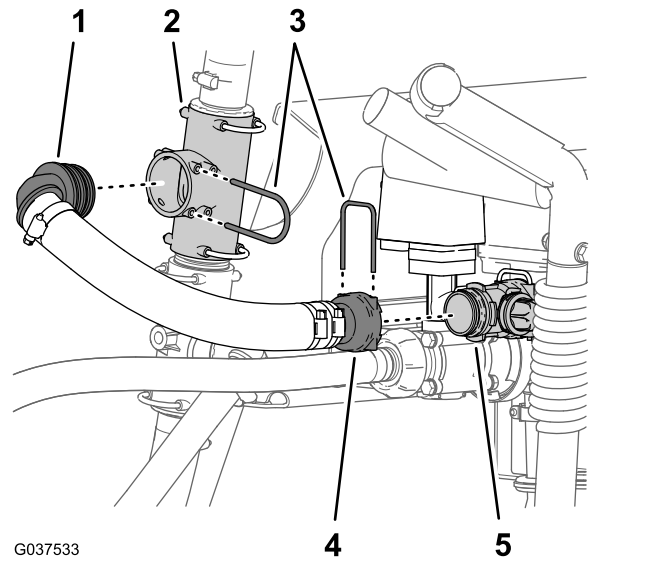

図 36
2. 攪拌バイパスホース用のバープ付き90°フィッティングを上T字フィッティングに固定しているリテーナを外す 図 36。
3. 機体から攪拌バイパスホースを取り外す 図 36。
1. 攪拌バイパスホースを攪拌バイパスバルブに固定しているバープ付きストレートフィッティングを外す 図 36。